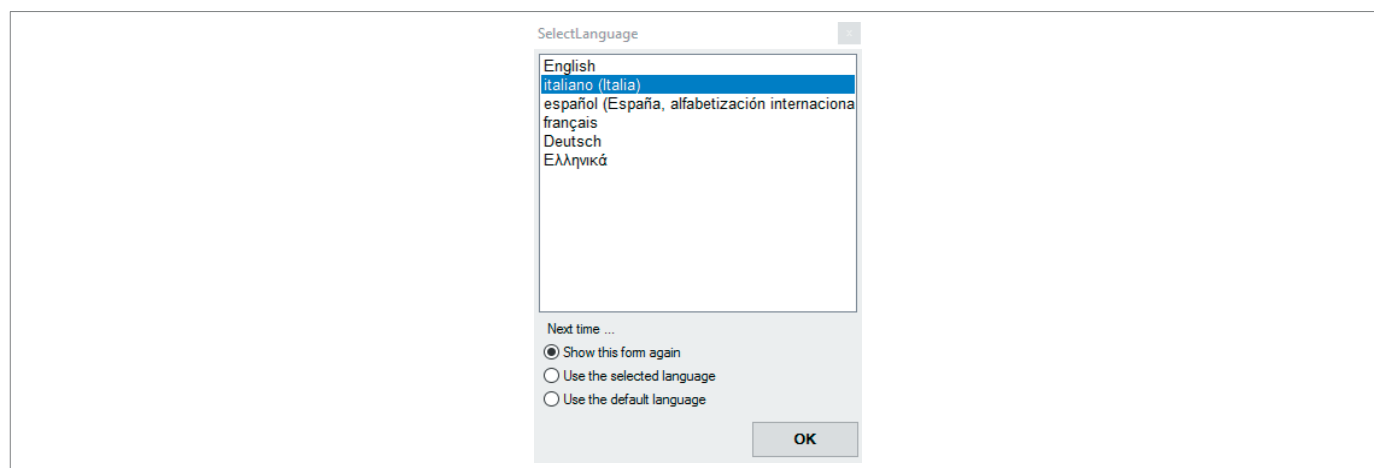

Fig. 8.18. Selezione lingua
2. Selezionare la lingua desiderata (Fig. 8.18)